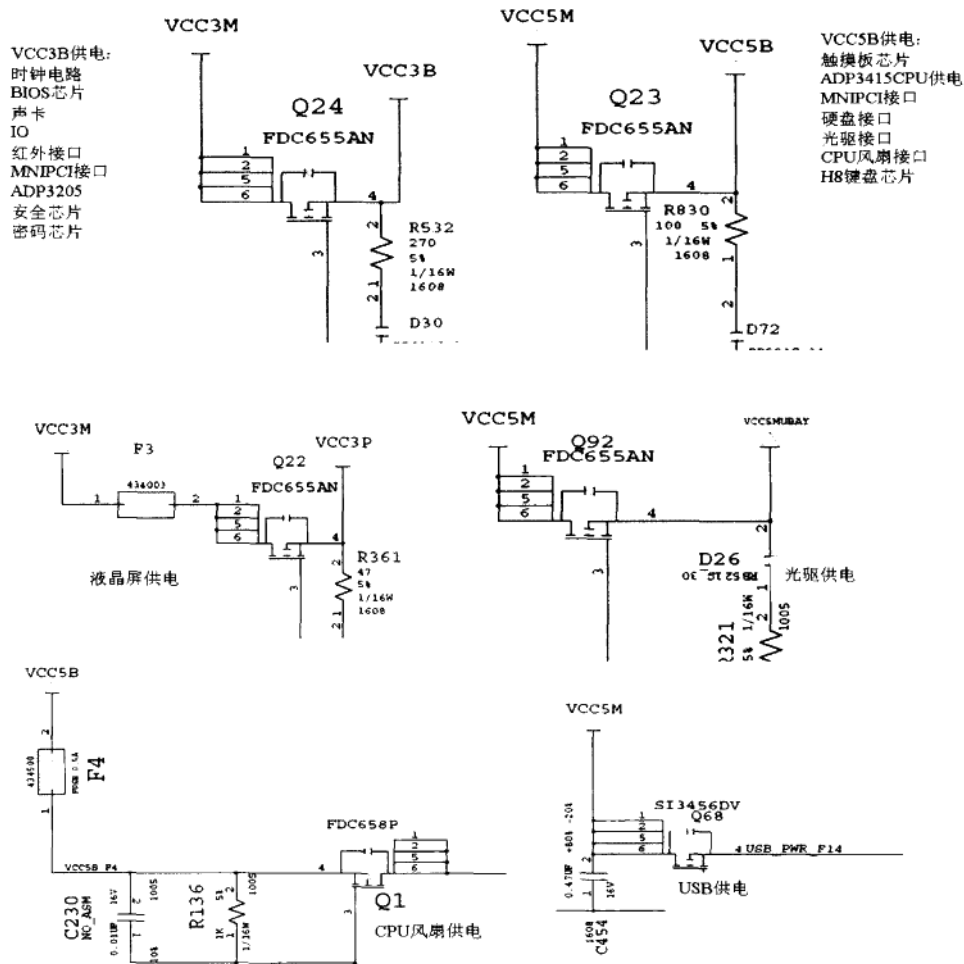

图 2-34 IBM T40 3V、5V 后继供电示意图（工厂图）
② 3.3V、5V 的电感给后继电路供电，一般是 3V、5V 的电感经过一个 MOS 管转换输出，MOS 管的 G 极由电源管理（超级 IO）或转换电路控制，要在按下开关以后 G 极才会有控制电压使 MOS 管导通，为后继的芯片供电。如果后继电路有短路和微短路在上电时会导致电源保护，不能正常加电。
■ IBM T40 的 3V、5V 后继供电示意图（如图 2-34 所示）
从图 2-34 中我们可以看到 VCC5M 和 VCC3M 是电感出来时的电压，工厂在设计笔记本电脑主板的电路时，为了区分都是一样的大小电压，在不同时序的电压，标识是不一样的。IBM 笔记本电脑上 3V、5V 供电的后继 MOS 管都受控于 TB62501。按下开关以后，TB62501 才会根据不同的上电时序，输出相应的控制电压为后继供电。